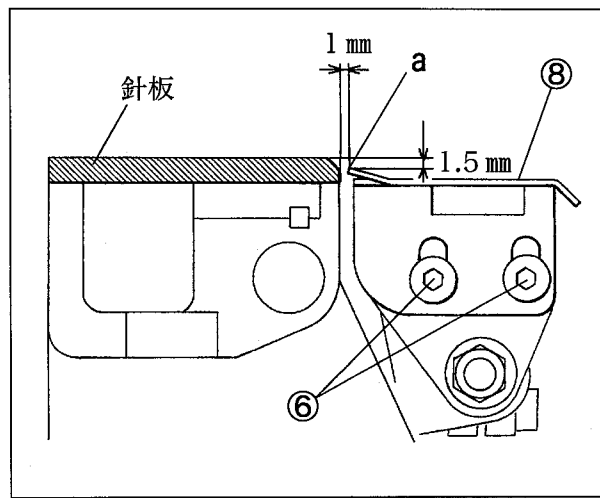

図 9
- (5) 定規⑦をセットしたとき、布ガイド取付板⑧の先端“a”と針板とのすき間が約1mmになるように止ネジ⑨を緩め、ストッパ⑩で調節する。調節後、止ネジ⑨を締め付ける。(図9,10)
- (6) 布ガイド取付板⑧を支えるように支エ板⑪をミシンのシリンダ部⑫に取り付ける。布ガイド取付板⑧を左右に動かしたとき、水平に動くように止ネジ⑬を緩めて支エ板⑪を調節する。調節後、止ネジ⑬を締め付ける。